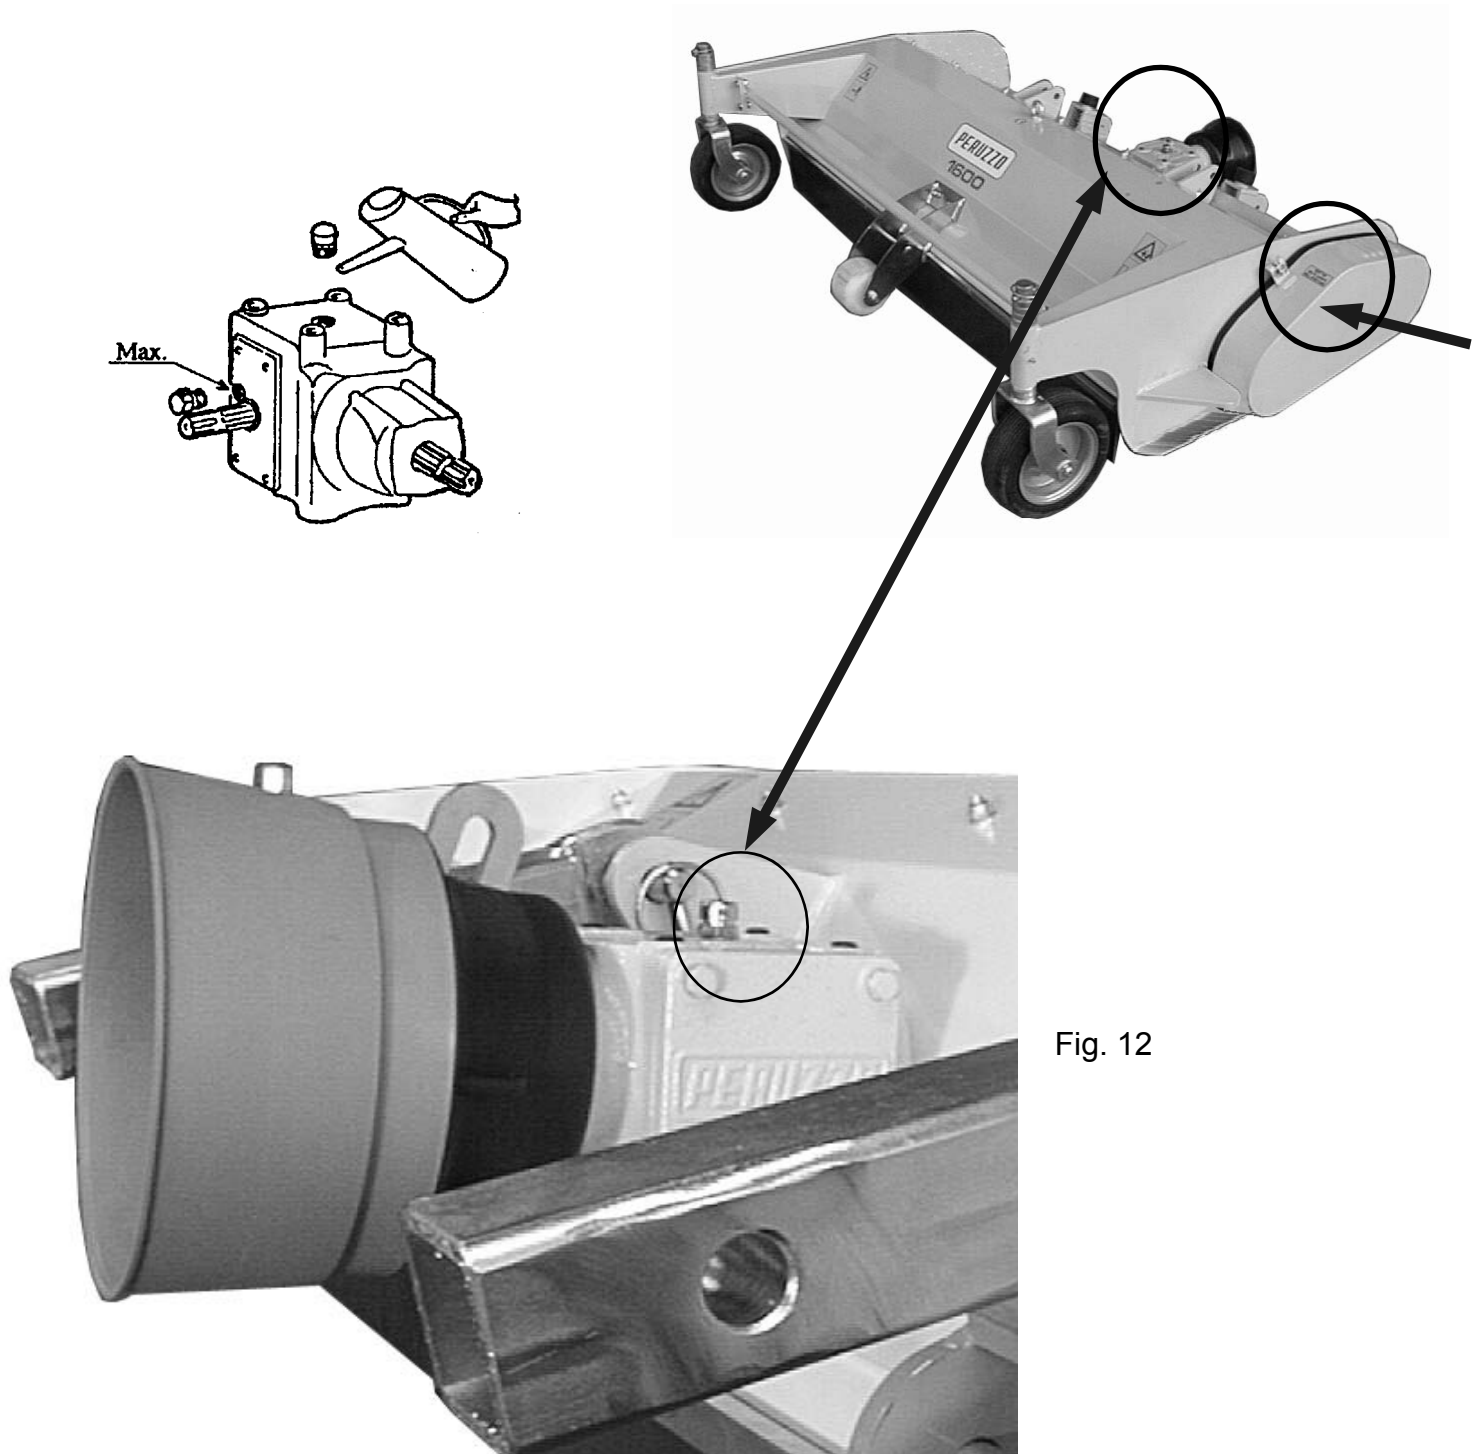

Fig. 12
- Vérifier le niveau de l'huile de renvoi d'angle à travers le bouchon. (Voir Fig. 12)